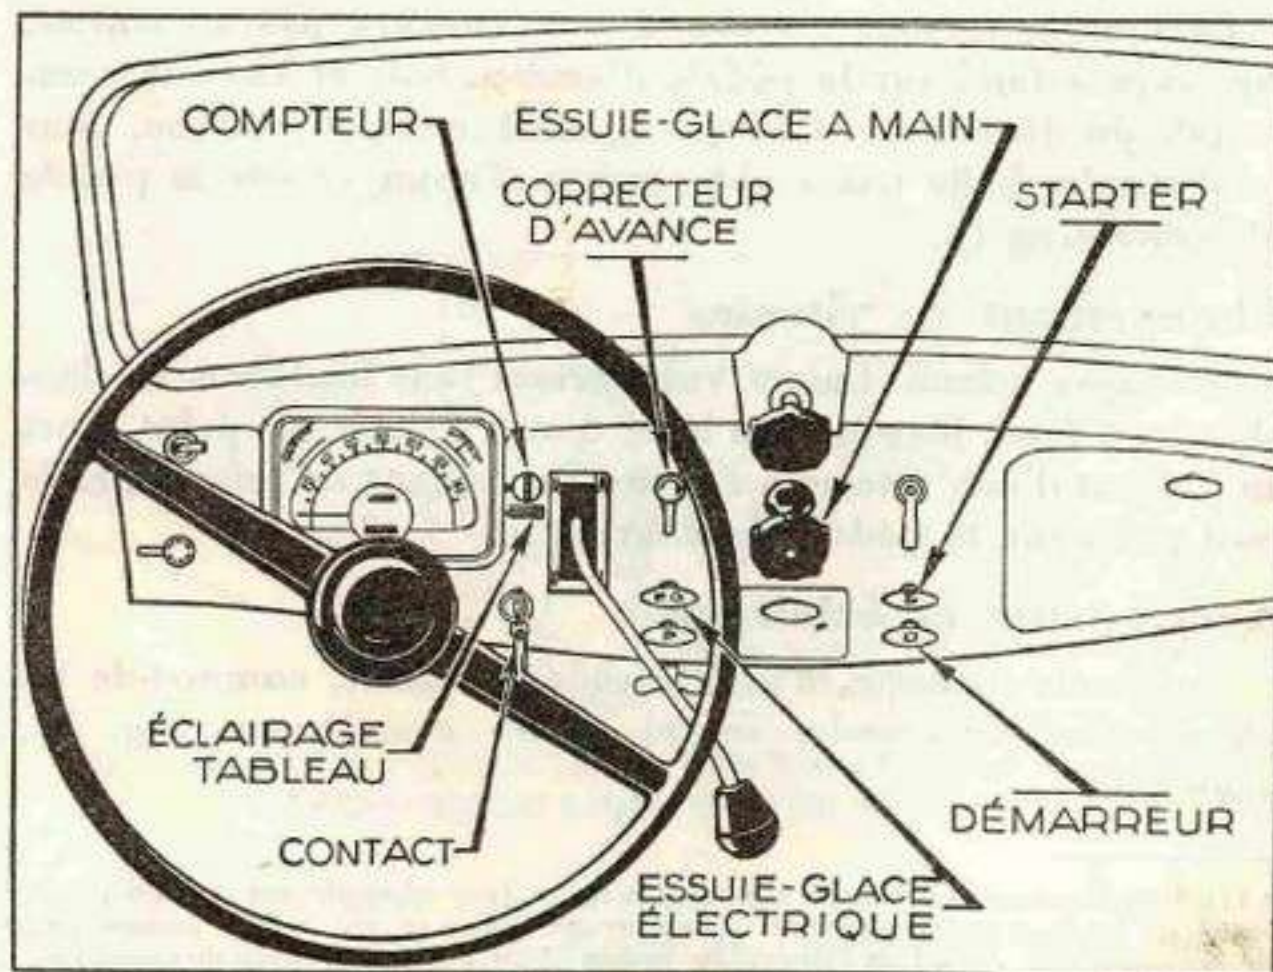

Fig. 2. — TABLEAU DE BORD.
Mettez le contact. Débrayez toujours avant de lancer votre moteur et tournez la manette du correcteur (fig. 2) en sens inverse de la flèche.
## Tableau de bord (fig. 2)
**Essuie-glace électrique.** — Pour la mise en route, tirez le bouton EG (fig. 2). Pour ramener le balai à l'horizontal, tournez la commande à main d'essuie-glace vers la gauche. Si le pare-brise est couvert de neige, il y a intérêt, au démarrage de l'essuie-glace, à soulager le moteur en manœuvrant à la main le bouton